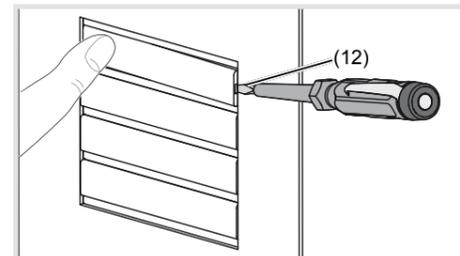

Bild 5: Namensschild Wechsel
- Ruftaster einseitig gedrückt halten. Auf der gegenüberliegenden Seite wird die Hebelöffnung (12) für einen Schraubendreher zugänglich.
- Schraubendreher in der Hebelöffnung (12) ansetzen und Arretierung lösen (Bild 5).